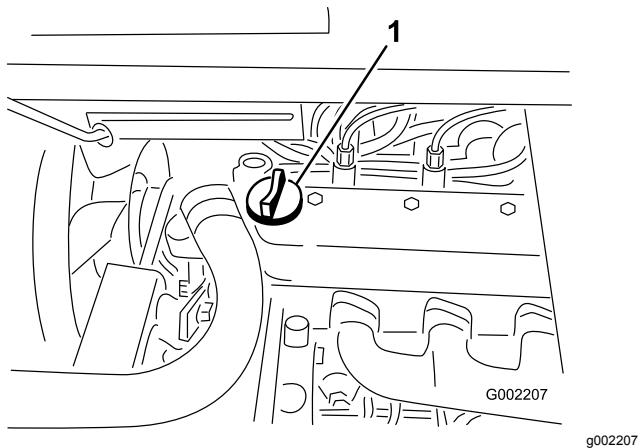

Figure 41
- Si le niveau d'huile est bas, retirez le bouchon de remplissage du couvre-culasse (Figure 41)